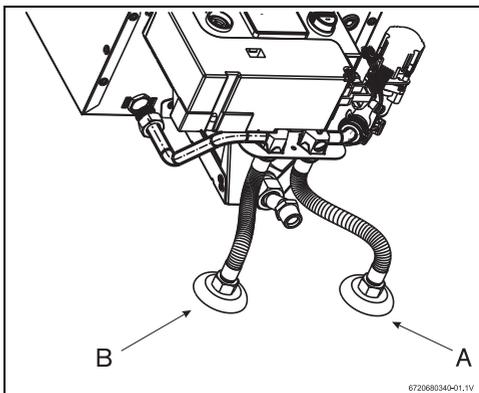

Рис. 16 Подключение водопровода
- ▶ Следить за тем, чтобы при подключении не перепутать место подсоединения водопровода холодной воды (рис. 16, поз. А - не поставляется с оборудованием) с местом подсоединения водопровода горячей воды (рис. 16, поз. В).